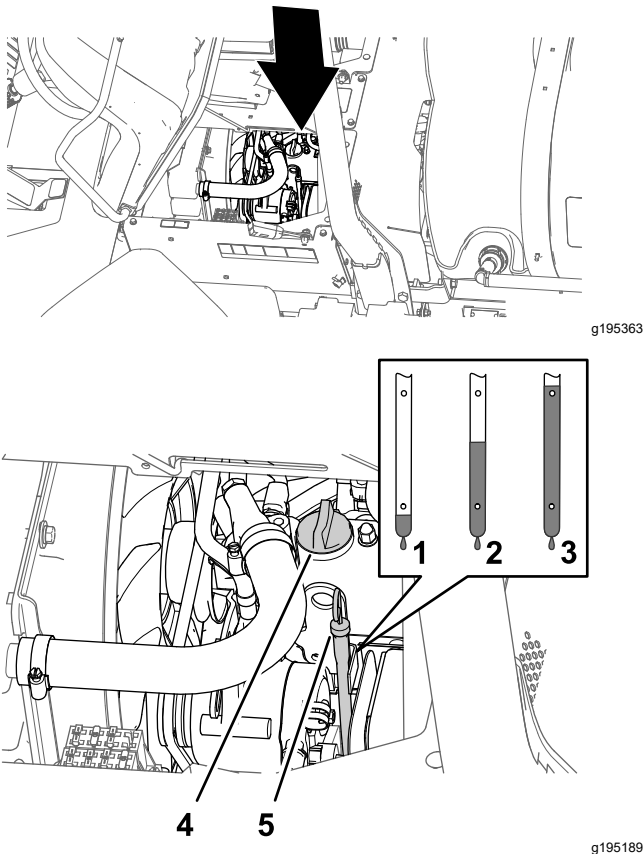

Figure 111
2. Retirez la jauge, située sous le siège du passager, et essuyez-la sur un chiffon propre (Figure 111).
3. Si le niveau est trop bas, enlevez le bouchon de remplissage du couvre-culasse (Figure 111) et versez la quantité d'huile nécessaire dans le goulot de remplissage pour faire monter le niveau jusqu'au repère maximum sur la jauge.
4. Remettez le bouchon de remplissage d'huile en place (Figure 111).
5. Revissez la jauge solidement en place (Figure 111).